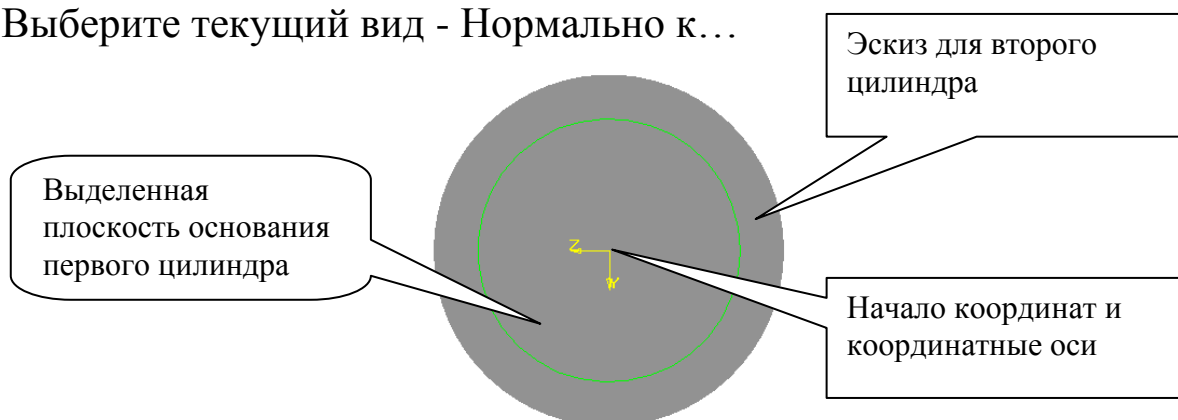

Рис. 17. Построение эскиза для второго цилиндра.
1. **Выберите плоскость для эскиза второго цилиндра**, для этого наведите курсор мыши на основание первого цилиндра, курсор пример вид полумесяца. Щелчком мыши выделите эту поверхность, при этом окружность основания первого цилиндра будет выделена штриховой линией (рис. 17).